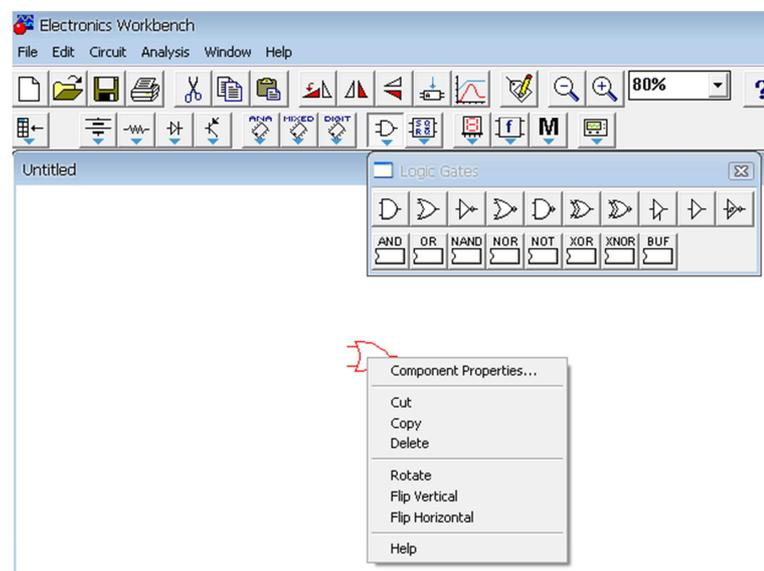

Figure 6
- propriétés du composant (Figure 6),